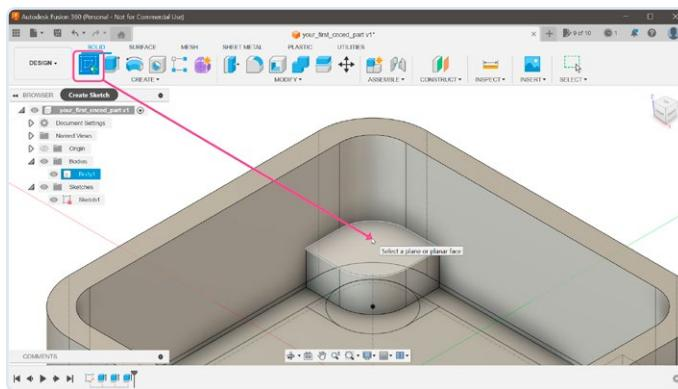

Figure 13. Définition du trou dans le support.
13. Et si ces supports comportaient des trous pour les vis ? Nous avons déjà la position de ces trous (le point central des cercles), mais ils sont dans des positions Z différentes. Les points sont au fond du boîtier, or nous les voulons sur le dessus des supports. Pour déplacer ces points, nous allons créer un nouveau sketch en cliquant sur le bouton *Create Sketch*, et, pour la position de ce sketch, cliquer sur le plan supérieur de l'un des supports (figure 13).